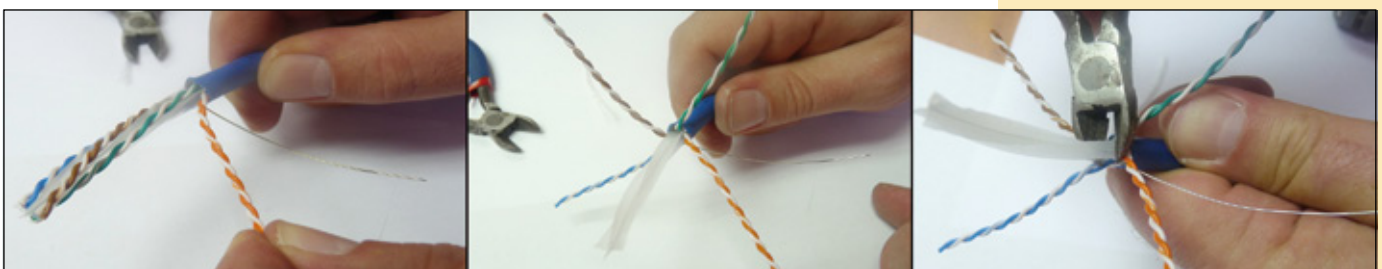

Figura 7
- 6 Separe los pares de conductores de cobre y corte el núcleo separador plástico, tal como se muestra en el grupo de imágenes de la Figura 7.